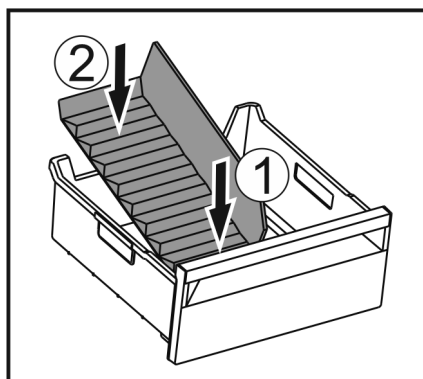

Fig. 219
- Umetnite prednji dio pregrade ladice za led. Fig. 219 (1)
- Spustite stražnji dio pregrade ladice za led do dna ladice. Fig. 219 (2)